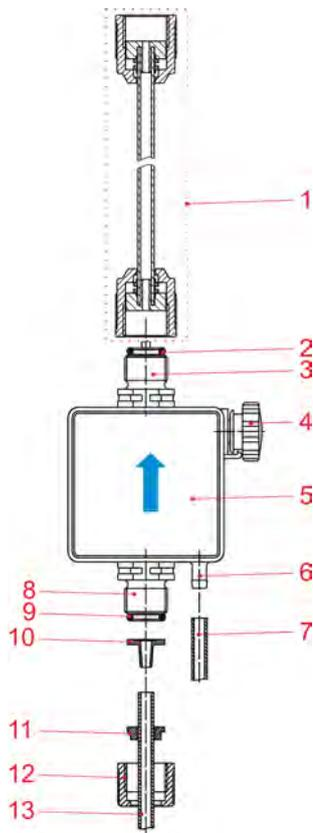

Abb. 9: Hydraulische Installation
Achten Sie darauf, dass beim Anschluss der Saug- und Druckleitung die O-Ringe ( Abb. 9 , Pos. 5 und Pos. 11) auf den Anschlüssen montiert sind, um die notwendige Abdichtung zu erreichen.
1. ➤ O-Ring ( Abb. 9 , Pos. 2) in Ventillnut legen.
4. ► Angefertigte Dosierleitung montieren ( Abb. 9 , Pos. 1).
5. ► O-Ring ( Abb. 9 , Pos. 2) in Ventilnut legen und Überwurfmutter festziehen.
2. ► Überwurfmutter ( Abb. 9 , Pos. 12) und Spannteil ( Abb. 9 , Pos. 11) über Schlauch schieben.
3. ► Überwurfmutter und Spannteil bis zum Anschlagbund auf Kegelteil ( Abb. 9 , Pos. 10) stecken.
4. ► O-Ring ( Abb. 9 , Pos. 9) in Ventilnut legen.